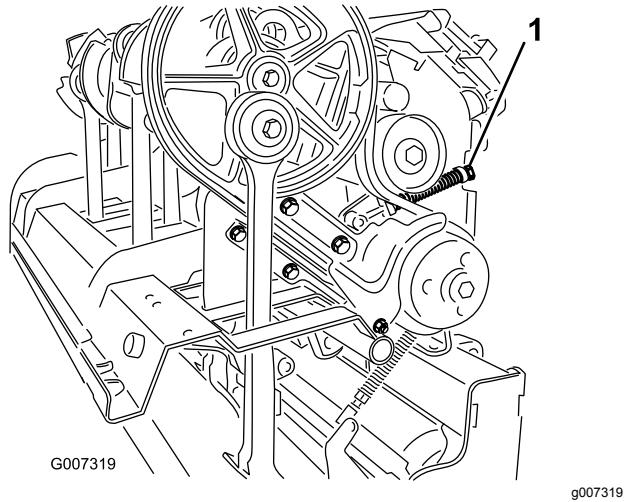

Figura 38
- Para libertar a tensão da mola intermediária, desaperte a porca de bloqueio que fixa o protetor da mola (Figura 38) e rode o protetor.